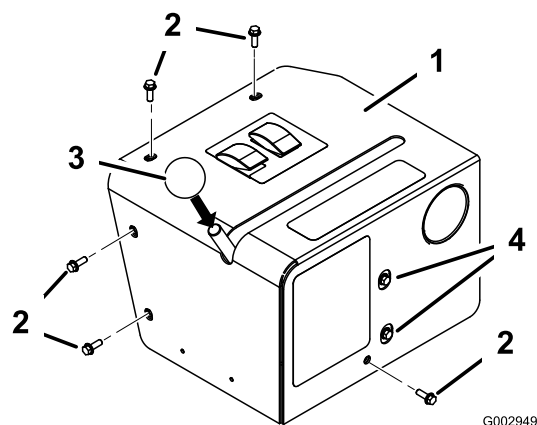

Figure 55
18. Montez le couvercle du boîtier de commande sur le support du boîtier de commande (Figure 55) au moyen de 5 boulons à embase ((1/4 x 3/4").
19. Montez le bouton sur le levier de commande de valve (Figure 55).
20. Le cas échéant, desserrez les boulons au panneau avant et repositionnez l'ensemble valve pour permettre au levier de se déplacer librement dans la fente (Figure 55).